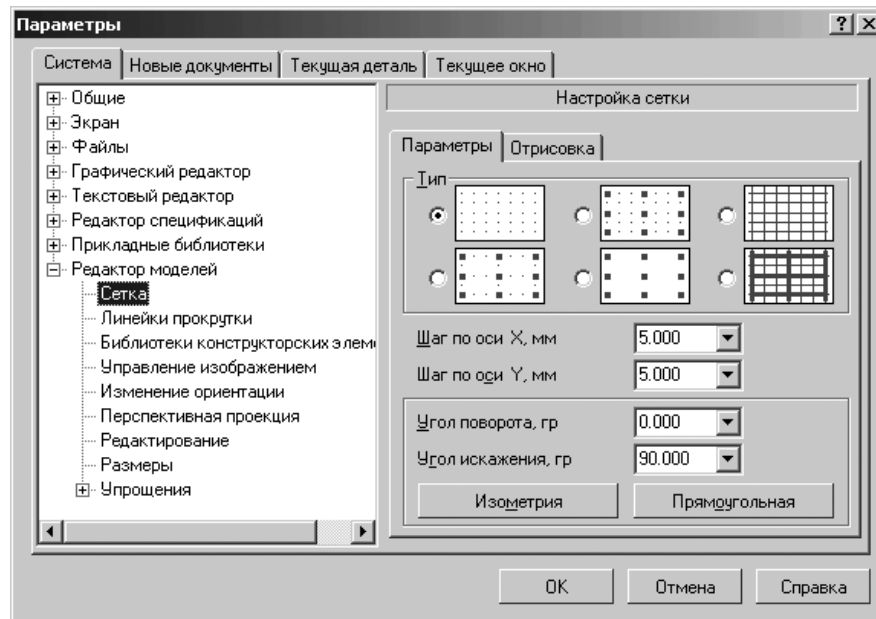

Рис. 9.45. Диалоговое окно **Параметры** с открытой вкладкой **Система** и открытой панелью **Настройка сетки** и вкладкой **Параметры**
- щелкните по пункту **Сетка**. Откроется в правой части диалогового окна панель **Настройка сетки** с открытой вкладкой **Параметры** (рис. 9.45).